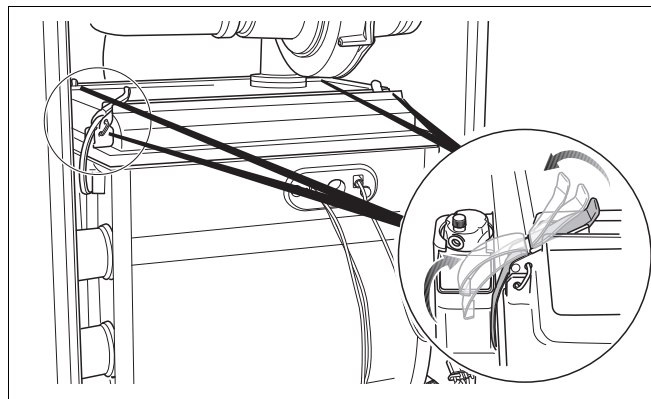

Рис. 103 Открывание защелок
- Открыть 4 защелки на крышке горелки (рис. 103). Защелки могут быть туго натянуты